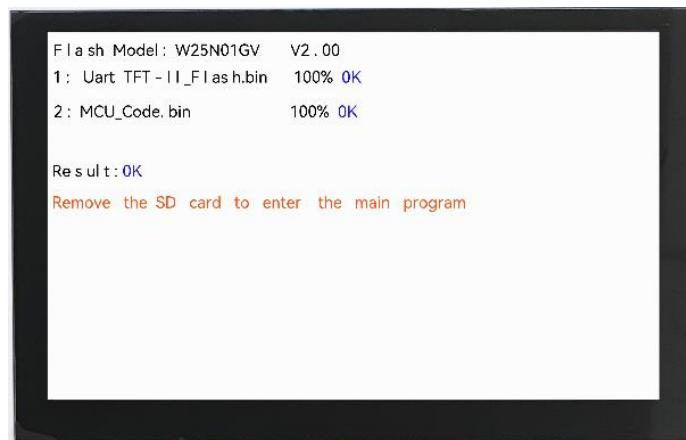

图 2-15: SD 卡更新完毕
5、按照提示移除 SD 卡，程序自动跑入工程如前图 2-15 所示。